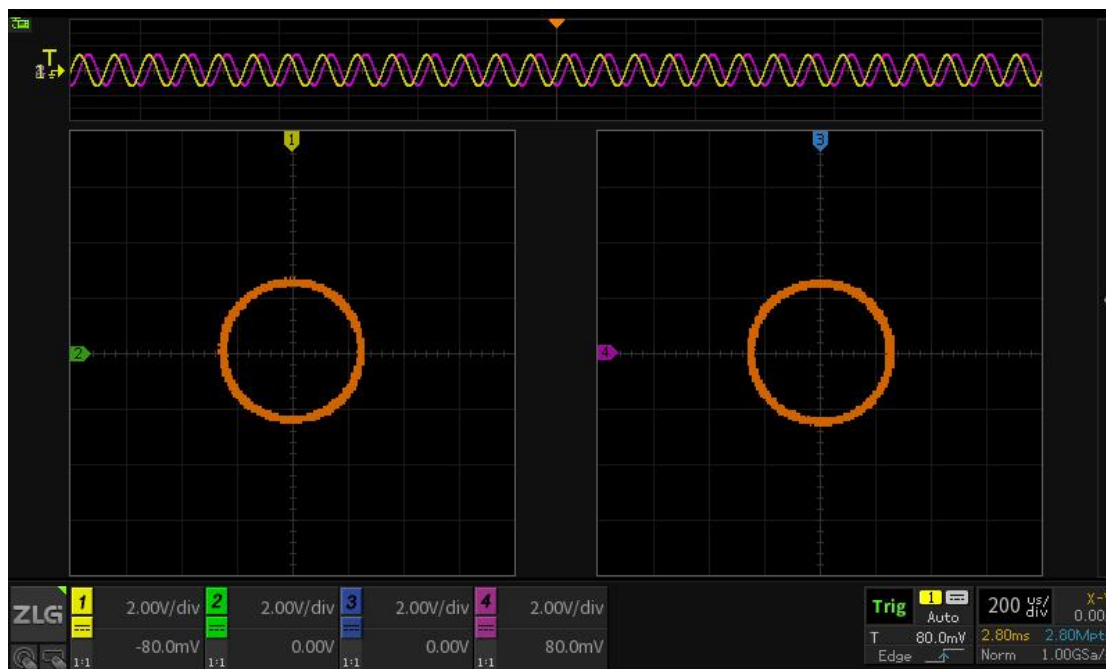

图 9-12 圆
- 当 $\Phi = \pi/2$ 并且 $A=B$ 时，得到 X 和 Y 的关系为 $A^2(\sin\omega t)^2 + A^2(\cos\omega t)^2 = A^2$ ，此时波形即为以 A 为半径的圆，如图 9-12 所示。